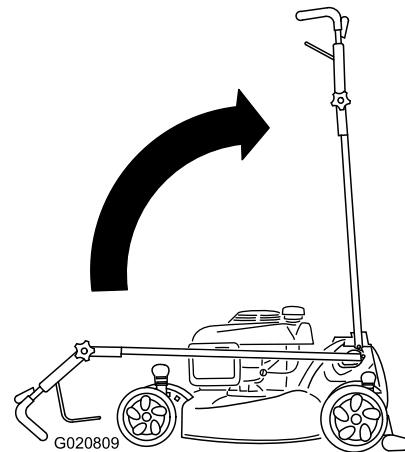

Bild 50
2. Schieben Sie den Griff in die hochgestellte Stellung (Bild 50).